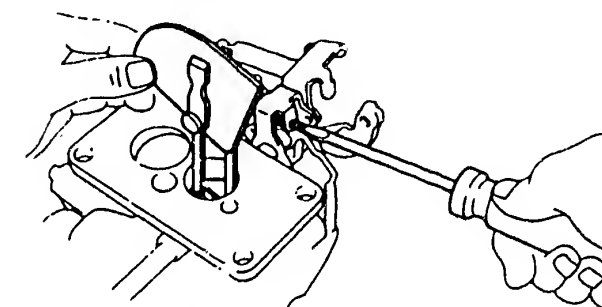

Bild 26 **Motor 4A-C**: Einstellung des Schnelleerlaufs auf einen Drosselklappen-Öffnungswinkel von 21° .
e) Der **Schnelleerlauf** wird kontrolliert, indem man den Drosselklappenhebel auf die oberste Stufe der Stufenscheibe stellt. Als Grundeinstellung bei ausgebautem Vergaser muss der Drosselklappenöffnungswinkel 21° betragen (Bild 26).